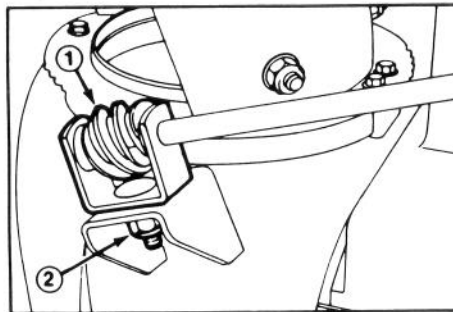

Figure 11
2. Appliquez de la graisse à toutes fins No. 2 sur la vis sans fin, et montez la vis sans fin et son support sur la collerette de montage. Fixez à l'aide de la rondelle pyramidale et de l'écrou de blocage (Fig. 11).